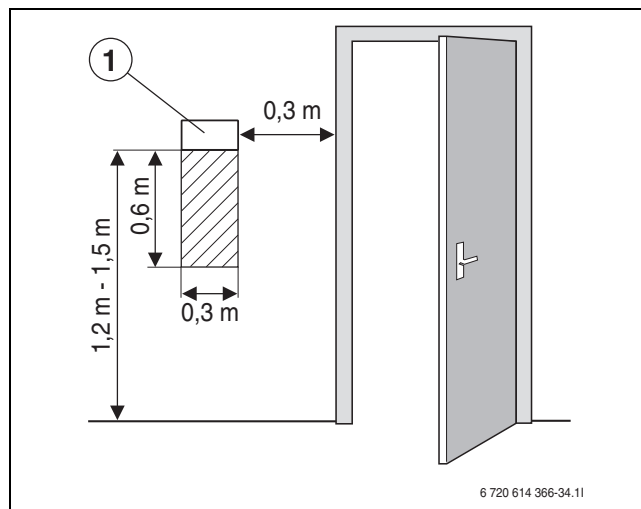

Рис. 21 Рекомендуемое место установки датчика комнатной температуры T5
- Беспрепятственная циркуляция воздуха в помещении под датчиком комнатной температуры T5 (оставьте свободной заштрихованную область, показанную на рис. 21).